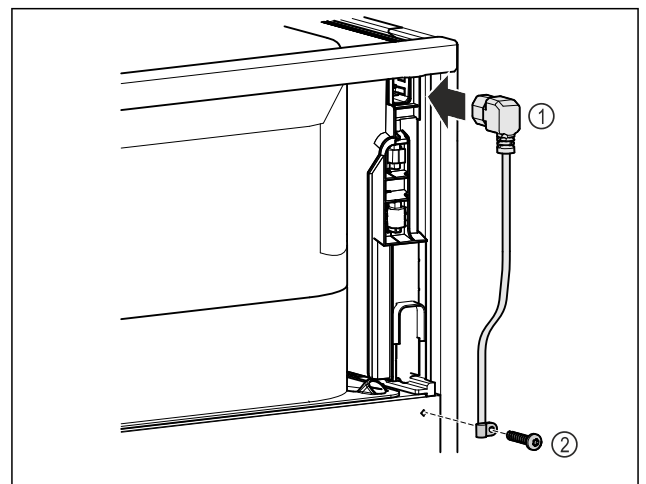

Fig. 13
- ▶ Kaltgerätebuchse der Netzanschlussleitung Fig. 13 (1) auf der Rückseite des Gerätes einstecken.
- ▶ Zugentlastung montieren. Fig. 13 (2)